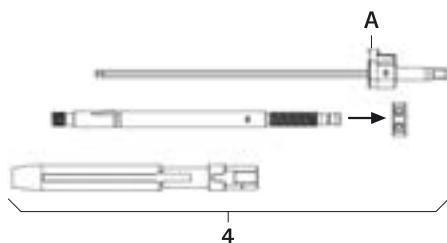

Fig. 1
- Desmontar a alavanca de reposição 4, ver Fig. 1: